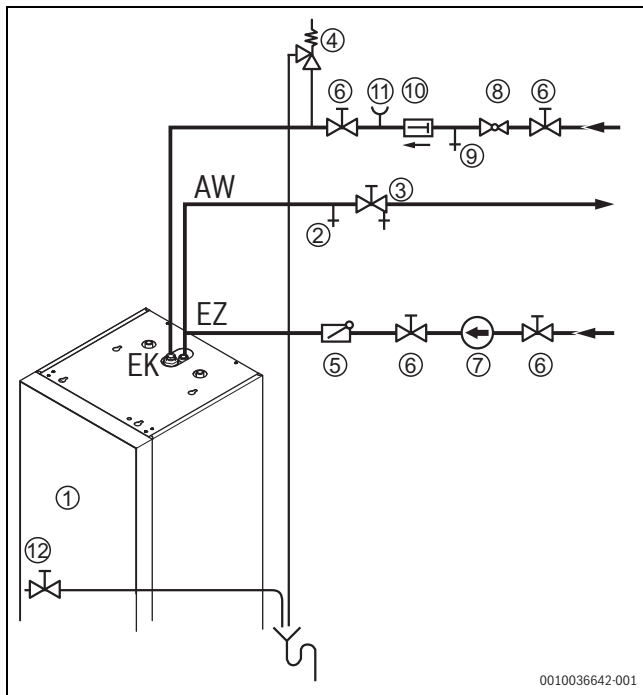

Bild 24 Installation nach DIN 1988 (Prinzipabbildung)
- Für Trinkwasser zugelassenes Sicherheitsventil (→ Bild 24, [4]) ($\geq$ DN 20) in der Kaltwasserleitung bauseits vorsehen.
- In der Anschlussleitung zwischen Sicherheitsventil und Eintritt Kaltwasser am Speicher darf keine Absperrereinrichtung installiert sein (→ Bild 24).